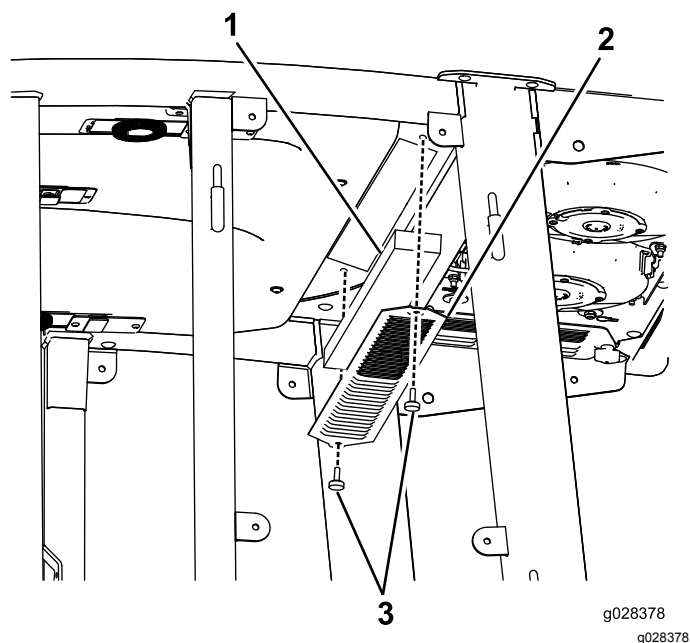

Figura 121
1. Retire los tornillos y las rejillas que cubren los filtros de aire interior y el trasero de la cabina (Figura 121).